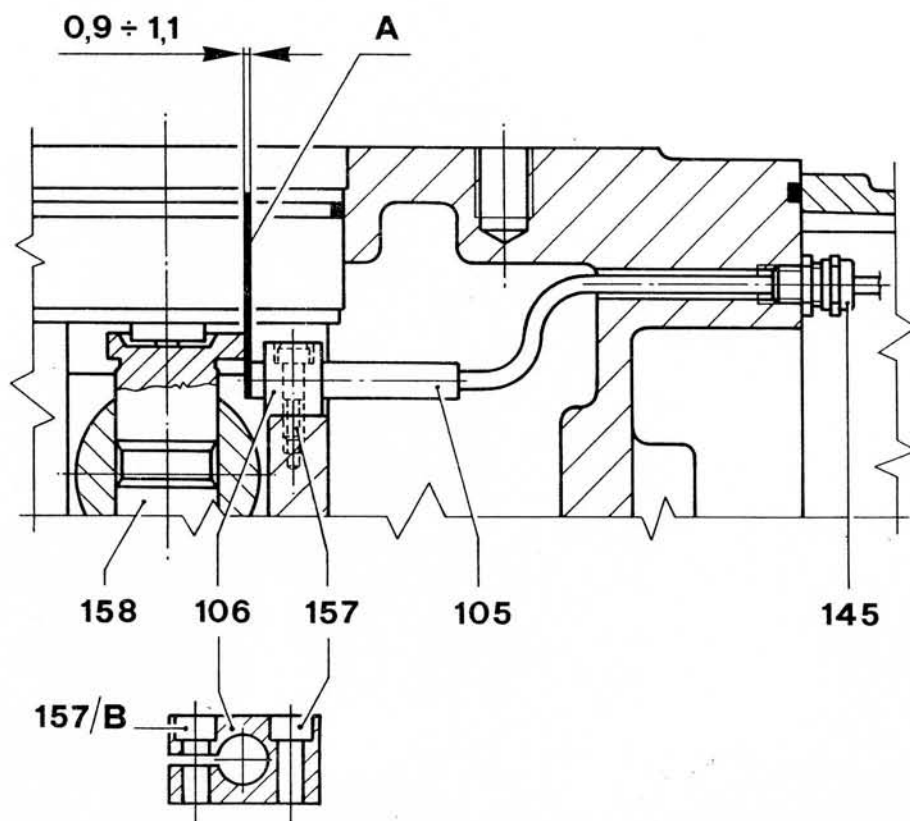

Fig. 6
16 - AUSTAUSCHEN UND EINSTELLEN DES FUEHLERS FUER VORINDEXIERUNG (Abb. 6)
INDEXING CONTROL ADJUSTMENT AND REPLACEMENT (Fig. 6)
- Die Schraube (157) anziehen.
- Bei gelöster Schraube (157) wie folgt verfahren:
- das Distanzstück (A) zwischen dem Zapfen (158) und den Fühler einführen
- den Fühler gegen das Distanzstück schieben (wie in Abb. 6) dargestellt und ihn mit der Schraube (157) klemmen